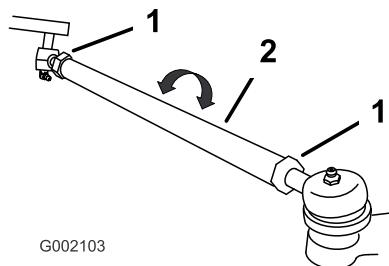

Figura 39
2. Se os resultados da medição não estiverem dentro dos valores estabelecidos (consulte previamente as dimensões e os parâmetros), desaperte as porcas em ambas as extremidades das barras (Figura 39).